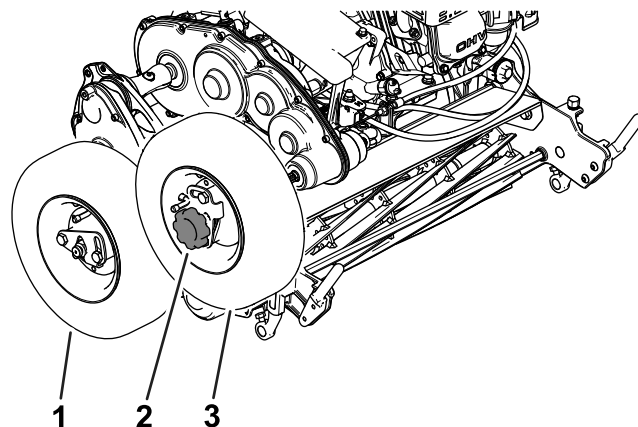

Figura 11
3. Montate le ruote di trasferimento sull'albero della ruota destra e il mozzo di trasmissione; fate riferimento a Figura 11.
5. Montate la manopola sulla ruota sul mozzo di trasmissione (Figura 11).